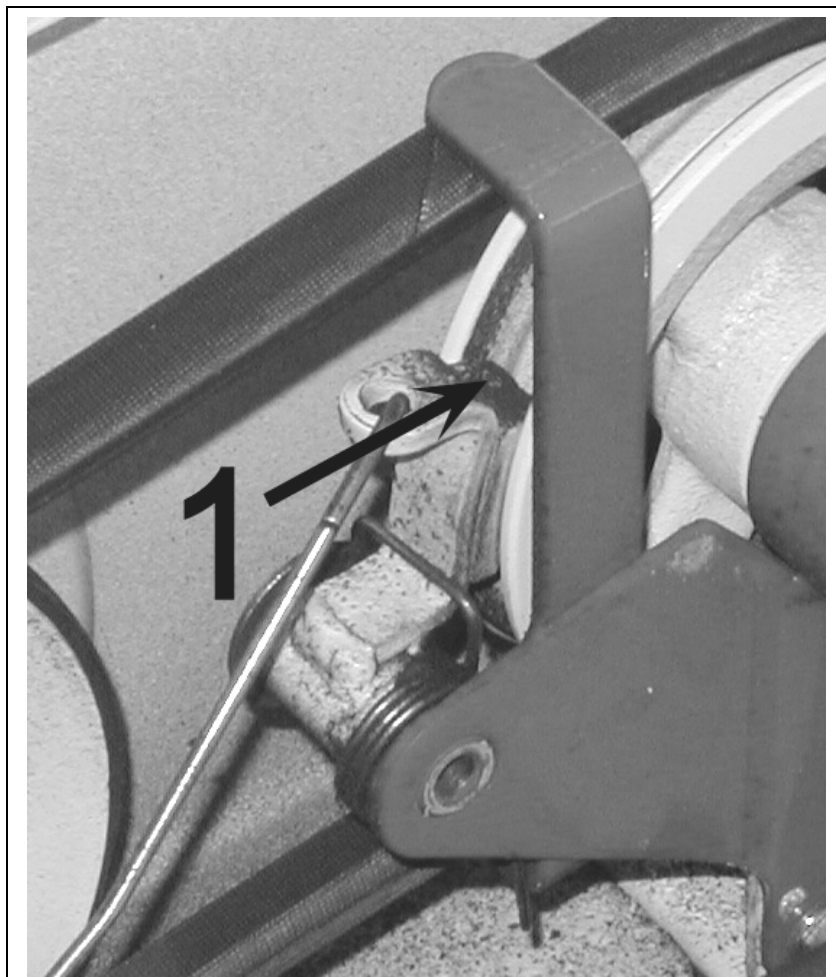

Figure 26
- Vous devez contrôler le frein du rotor (figure 26, repère 1) tous les mois car c'est une pièce d'usure. Pour cela mesurez le temps que mets le rotor pour s'arrêter lorsque vous relâchez la poignée d'embrayage. Si le temps dépasse les 7 secondes, faites immédiatement changer le frein du rotor par votre revendeur.